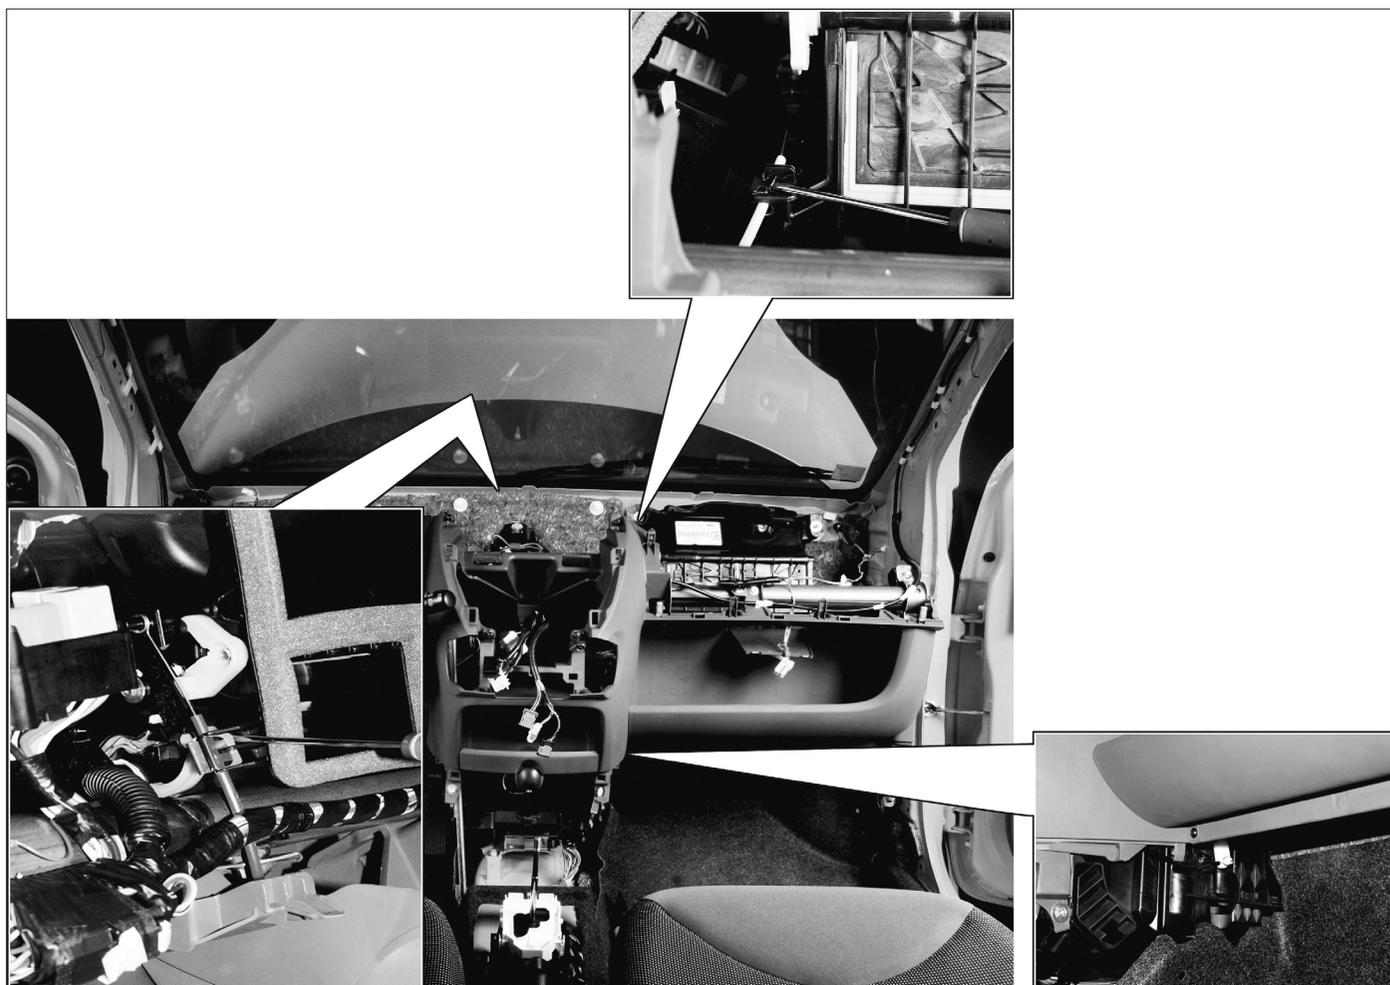

FIG. 57
- A l'aide d'un tournevis, dégraffer les câbles de commande de chauffage comme illustré (Fig.57).